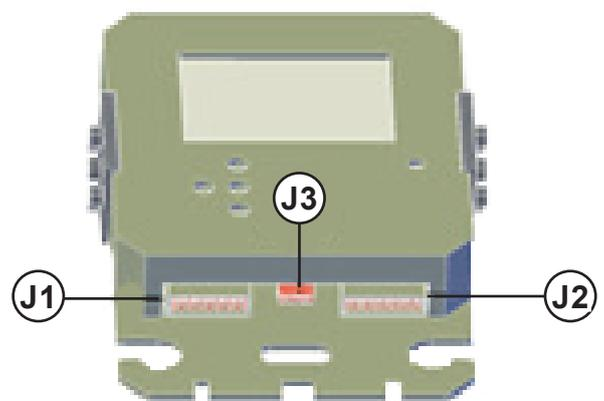

Figura 3
Ligar o chicote ao monitor, o chicote possui três (3) conectores enumerados J1, J2 e J3. Os conectores J1 e J2 equivalem as linhas de monitoramento divididas na configuração 18+18 linhas. O conector J3 representam a conexão de alimentação, proveniente da bateria 12Vdc e o conector para o sensor de velocidade GPS (ver figura 3).